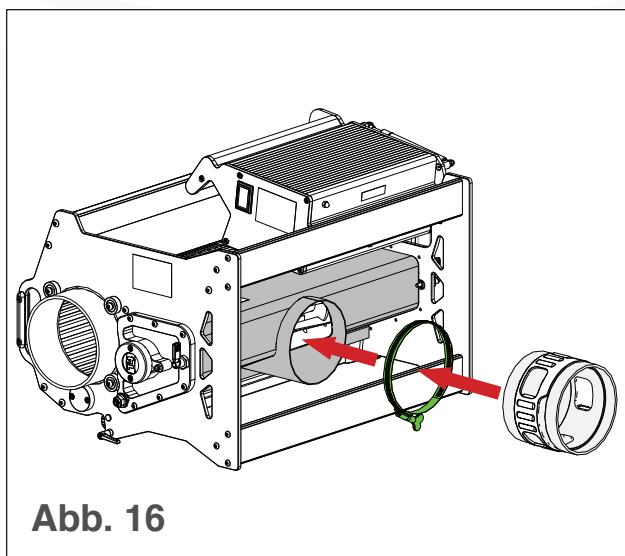

Abb. 16
3. Bringen Sie eine Schlauchklemme oberhalb der Kupplung des Saugeraufsatzes an (siehe Abb. 16).
4. Schieben Sie die Kupplung über die Saugerabdeckung (siehe Abb. 16).